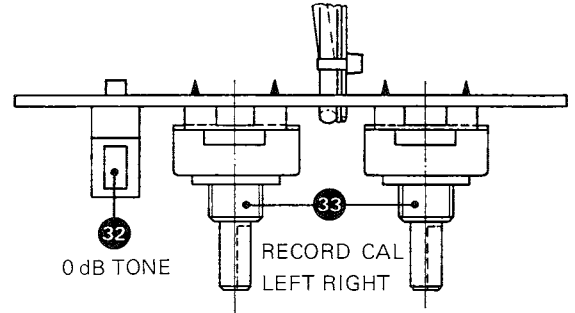

Fig. 9.6.
Diese neue Einheit enthält die beiden Eichpotentiometer (33), die in den Signalweg zwischen Aufnahme-Prozessor und Aufnahme-Entzerrer eingefügt sind. Damit wird der der Bandempfindlichkeit entsprechende Aufnahmepegel so eingestellt, dass sowohl Aufnahme- als auch Wiedergabe-Prozessor auf gleichem Signalpegel arbeiten. Als Eichhilfe dient der im DOLBY-Aufnahme-Prozessor 1.177.234 eingebaute 400-Hz-Oszillator, der mit der Drucktaste (32) des Prints 1.177.271 aktiviert wird (Fig. 9.6.).
This new circuit board accommodates both calibration potentiometers (33), which are wired into the signal path between recording processor and recording amplifier. With these potentiometers, the recording level has to be adjusted to match a tape's sensitivity so as to ensure that both, the recording and the replay processors are receiving the same signal level. The 400 Hz oscillator in the DOLBY recording processor 1.177.234 serves as an aid in calibrating the recording gain. This oscillator can be activated by push-button (32) on the circuit board 1.177.271 (fig. 9.6.).
Cette nouvelle unité supporte les deux potentiomètres de calibration (33) qui conduisent le signal des modules aux correcteurs d'enregistrement. Ces potentiomètres servent à compenser les différences de sensibilité inhérentes aux types de bande courants. En effet, pour assurer la compatibilité du codage et décodage DOLBY, il est impératif de faire travailler les circuits DOLBY d'enregistrement et de lecture avec des niveaux de modulation identiques. Pour effectuer ce calibrage, le module d'enregistrement DOLBY 1.177.234 est équipé d'un générateur qui, activé par la touche (32) de cette plaquette 1.177.271, délivre un signal étalon de 400 Hz (fig. 9.6.)